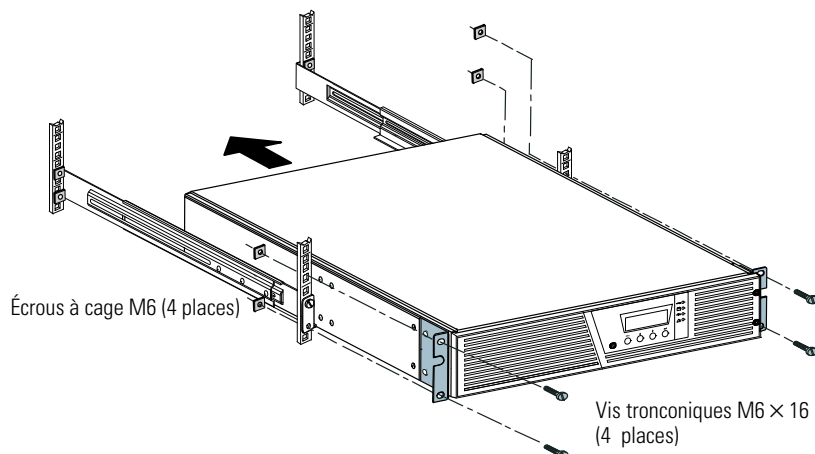

Figure 7. Fixation de la partie avant du module
12. Fixez la partie avant de l'onduleur à la baie à l'aide de deux vis tronconiques M6 × 16 et de deux écrous à cage M6 de chaque côté (voir Figure 7). Installez la vis inférieure de chaque côté par le trou inférieur du support de fixation et le trou inférieur de la glissière.